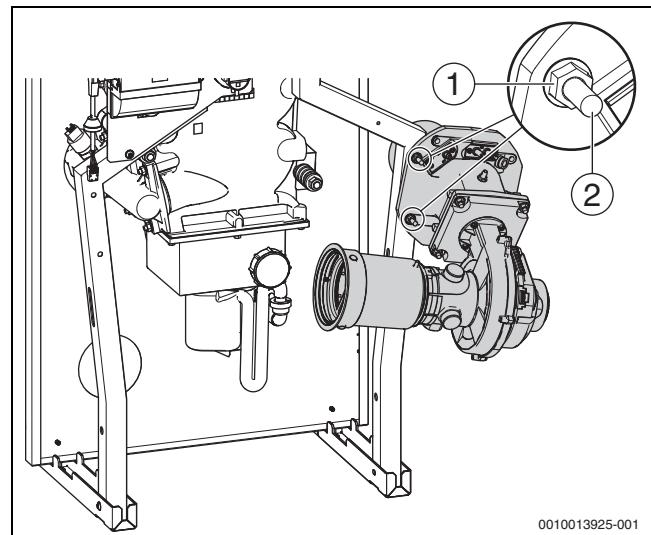
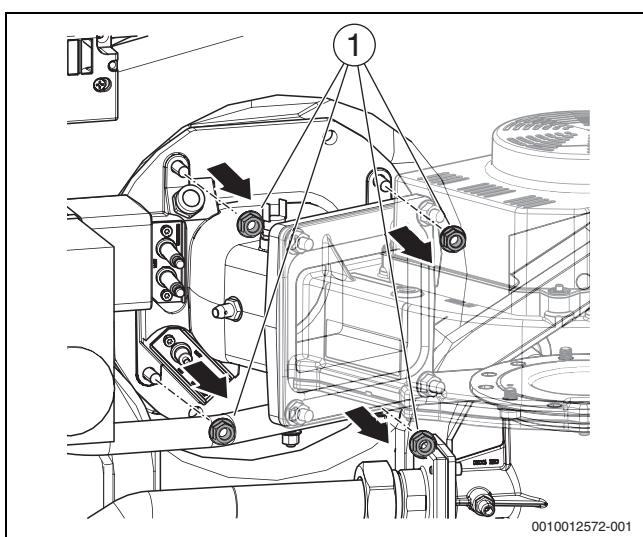

Рис. 44 Горелка в положении для обслуживания (монтаж справа)
Рис. 43 Откручивание гаек на смесительном патрубке
- Наденьте горелку фланцем на смонтированные на заводе винты (→рис. 44, [2]) и закрепите двумя ранее снятыми гайками (→рис. 43, [1]).